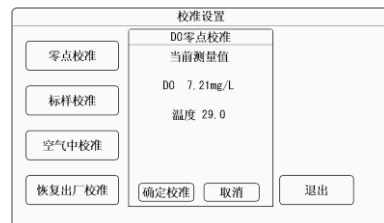

图2-34
- ◆ 零点校准：传感器放置在无氧水中，进入图2-34所示界面后，待读数稳定且接近零后，按【确定】键执行零点校准：